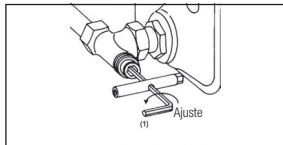

Fig. 4 Ajuste del detentor
3. Ahora ajuste la válvula girando la llave de 6 mm (1) en sentido antihorario el n° de vueltas seleccionado del diagrama (fig. 4).